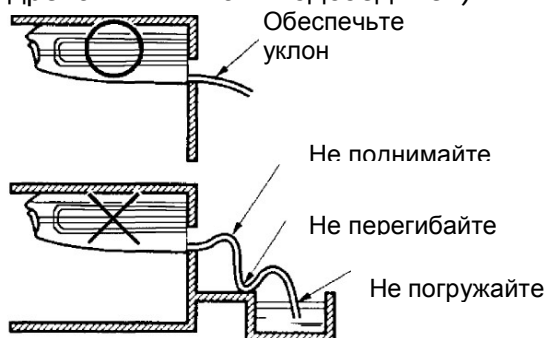

Рис. 1
(1) Прокладка дренажа
- Прокладывайте дренажную трубу с минимальным уклоном 1/100 для предотвращения образования воздушных пробок (см. рис.1).
- Используйте приложенный дренажный шланг (4) и хомут (5).